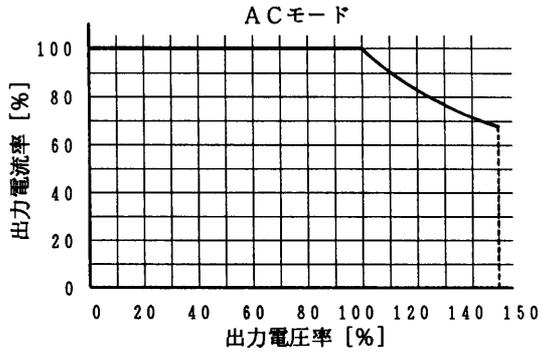
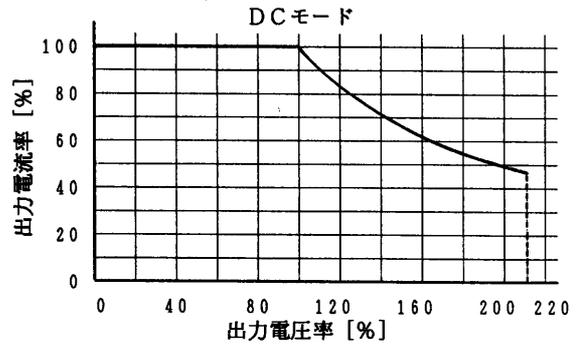
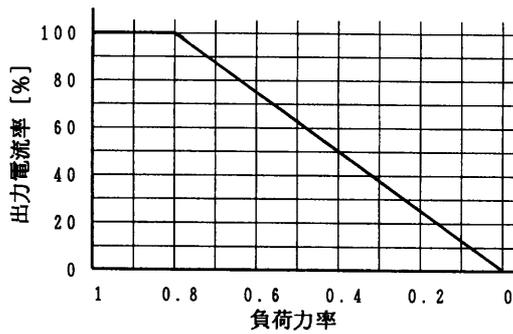

図1
図2
図3
出力電圧100 ~ 150V / 200 ~ 300V(A C モード)及び100 ~ 212V / 200 ~ 424V(D C モード)時は出力電圧により出力電流を低減。図 1, 図 2
負荷力率が0 ~ 0.8の時は負荷力率により出力電流を低減。(A C モード) 図 3
- ・図1と図3より、定格出力電流は両方の出力電流率の積となります。また図4の出力電流率は両方の出力電流率の積の値より小さい場合に優先します。(ACモードのみ適用)